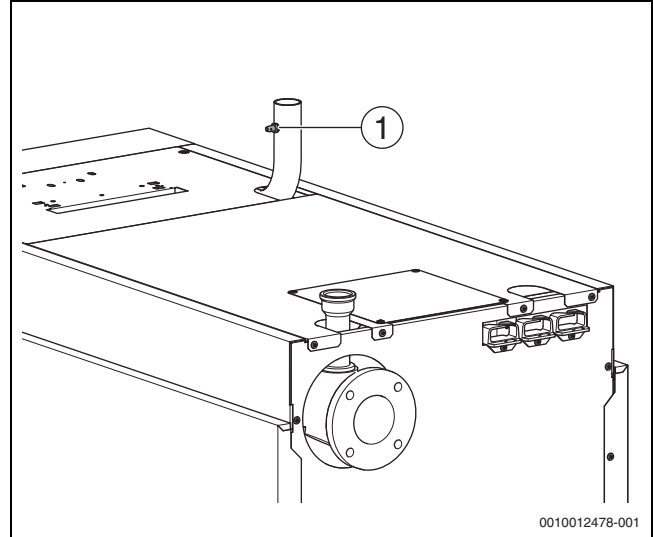

Bild 31 Gasleitung entlüften
- ▶ Verschlusschraube des Prüfnippels (→ Bild 31, [1], Seite 30) für den Gas-Anschlussdruck und Entlüftung um 2 Umdrehungen lösen.